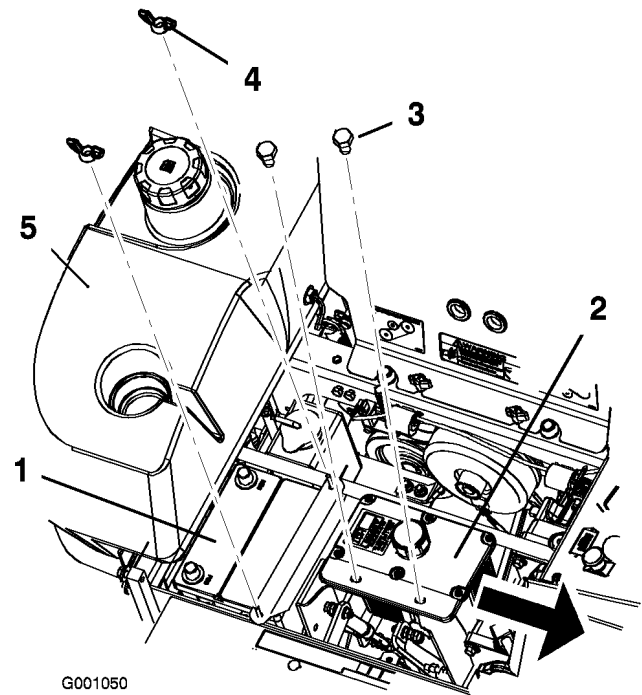

Bild 45
1. Legen Sie die Batterie in den Ständer, sodass die Klemmen auf der anderen Seite des Hydraulikbehälters sind (Bild 45).
6. Befestigen Sie die Batterie mit J-Schrauben, einer Halteschelle, 2 Scheiben (1/4 Zoll) und 2 Flügelmuttern (1/4 Zoll) (Bild 45).
6. Entfernen Sie beide Flügelmuttern (1/4 Zoll), mit denen die Batterieschelle befestigt ist (Bild 45).
7. Entfernen Sie die beiden Schrauben, mit denen der Hydraulikbehälter befestigt ist (Bild 45).